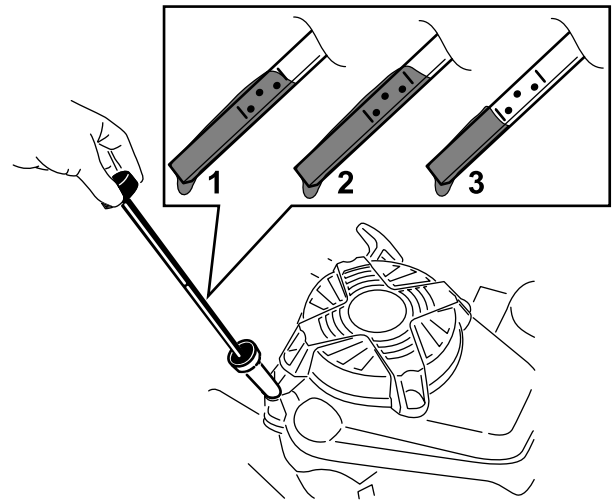

Bild 13
2. Entfernen Sie den Peilstab, indem Sie den Deckel nach links drehen und herausziehen (Bild 13).
5. Lesen Sie den Ölstand am Peilstab ab. (Bild 13)
- Wenn der Ölstand am Peilstab zu niedrig ist (Bild 13), füllen Sie langsam etwas waschaktives Öl (SAE 30 oder SAE 10W-30) in den Öleinfüllstutzen, warten Sie drei Minuten und wiederholen Sie dann die Schritte 3 bis 5, bis der Ölstand am Peilstab richtig ist. Informationen zur Ölart finden Sie unter Wechseln des Motoröls (Seite 19).
- Wenn der Ölstand am Peilstab zu hoch ist (Bild 13), lassen Sie Öl ab, bis der Ölstand am Peilstab richtig ist, siehe Wechseln des Motoröls (Seite 19).